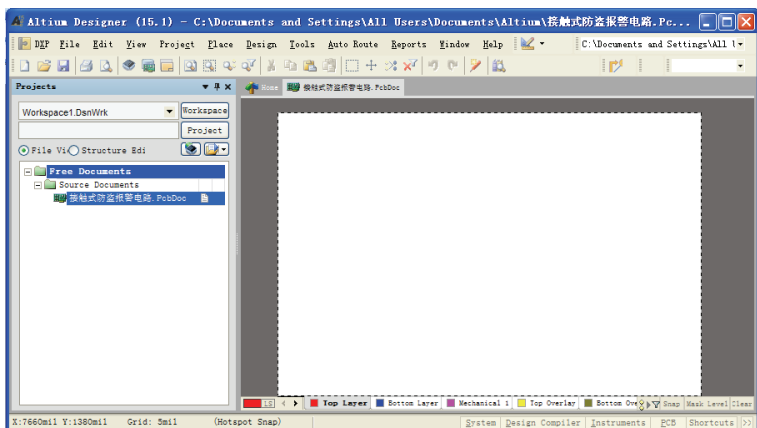

图 9-18 PCB 文件的改名与存储
(2) PCB 文件的保存与文件名的更改。执行菜单命令【File】→【Save As】，将文件的保存路径定位到指定的文件夹，然后在文件名栏中输入“接触式防盗报警电路”，单击保存  按钮即可，如图 9-18 所示。